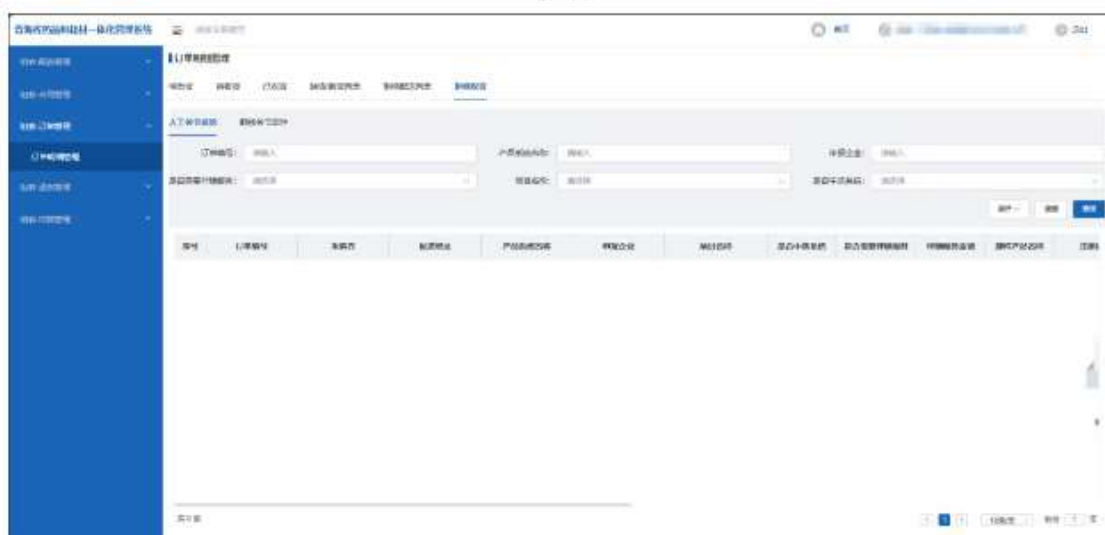

图 6
- ⑥在“拒绝收货”标签页展示医疗机构拒绝收货的订单明细（如图 6 所示）